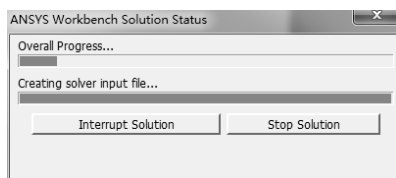

图 4-22 求解进度条
2) 启动求解后系统弹出进度条，表示正在求解；求解完成后进度条自动消失，如图 4-22 所示。